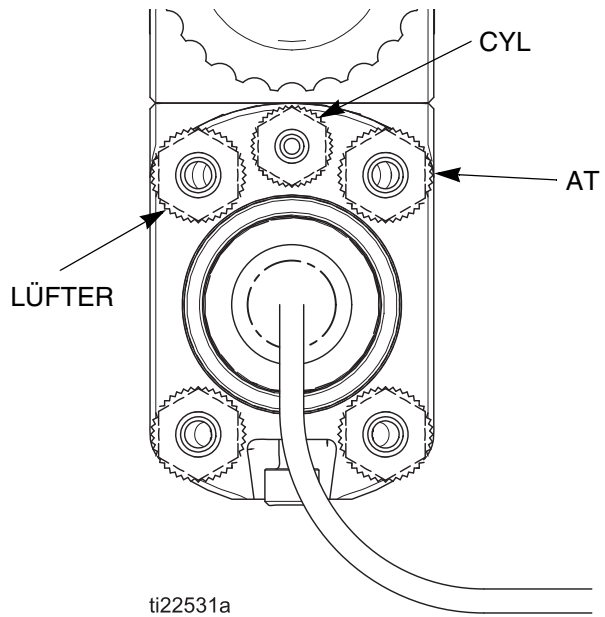

ABB. 19. Verteilerluftanschlüsse
6. Mit dem Luftdruckregler an der Zerstäuberluftzufuhrleitung (AT) den Grad der Zerstäubung einstellen. (Siehe **ABB. 19**.) Ein typischer Zerstäubungsdruck für eine Materialflussrate von 0,3 Litern pro Minute wäre beispielsweise 20–30 psi (1,4–2,1 bar, 0,14–0,21 MPa) am Pistolenverteiler.
2. Die Spritzfunktionen der Pistole mit dem Magnetventil an der Zylinderluftzufuhrleitung (CYL) ein- und ausschalten. Ein Mindestluftdruck von 50 psi (3,4 bar, 0,34 MPa) am Zylinderluftanschluss (CYL) aktiviert die Ein-/Ausschaltsequenz von Zerstäuberluft (AT), Gebläseluft (FAN) und Material (P). Siehe Abb. 19, Seite 28.